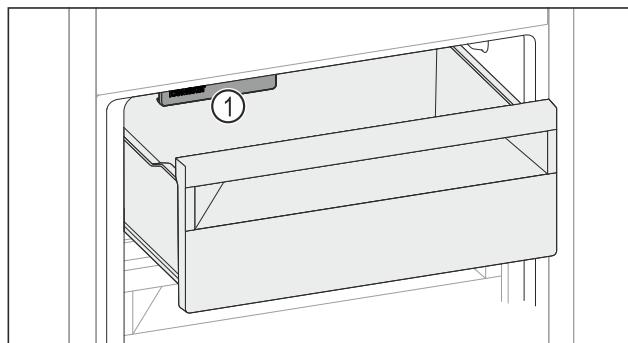

Fig. 168
- Upoštevajte IceMaker Fig. 168 (1).